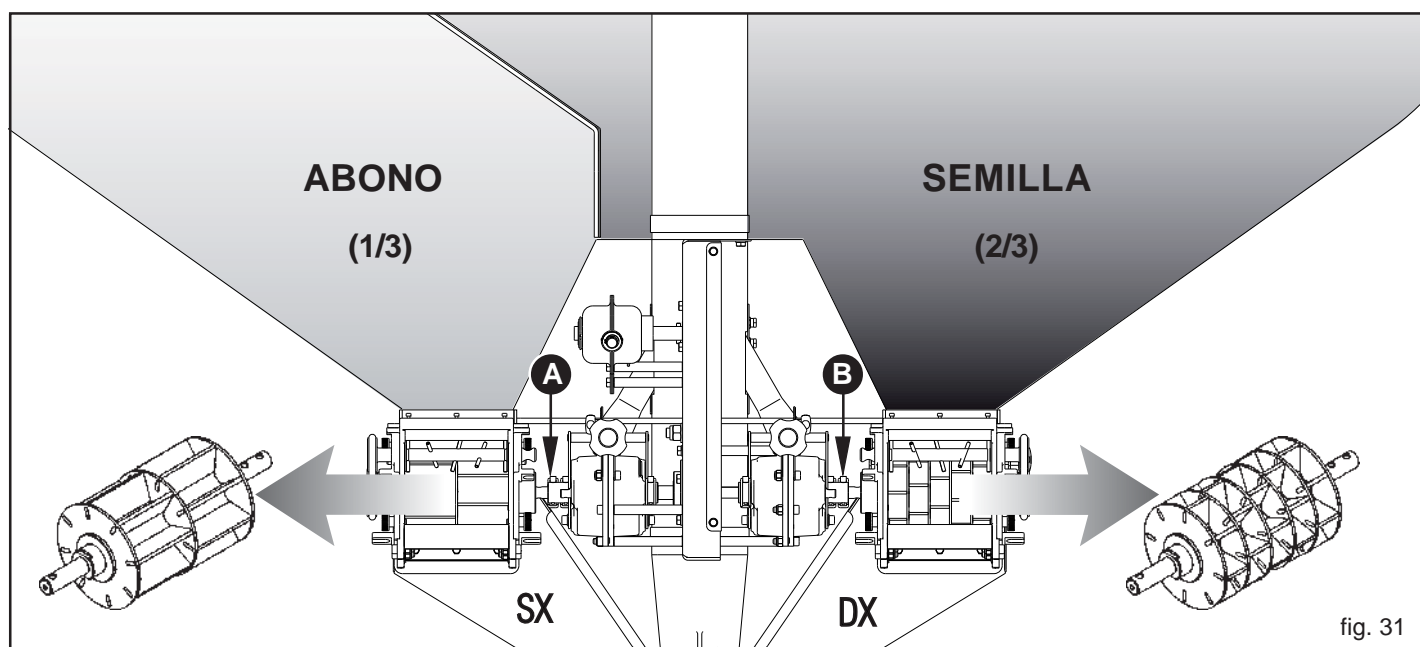

fig. 31
- 1) SEMILLA-ABONO (Fig. 31);
3.4.4.1 SEMILLA-ABONO (Fig. 31)